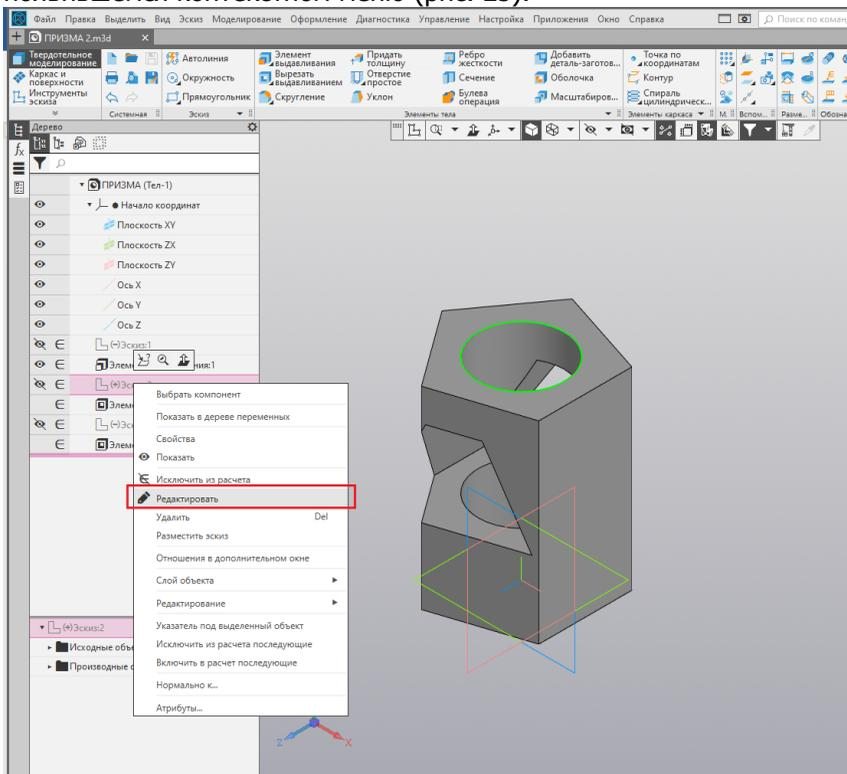

Рис. 25.
1. В Дереве модели выделим **Эскиз 2**, нажав на него правой кнопкой мыши, и активизировать команду **Редактировать**  в появившемся контекстном меню (рис. 25).